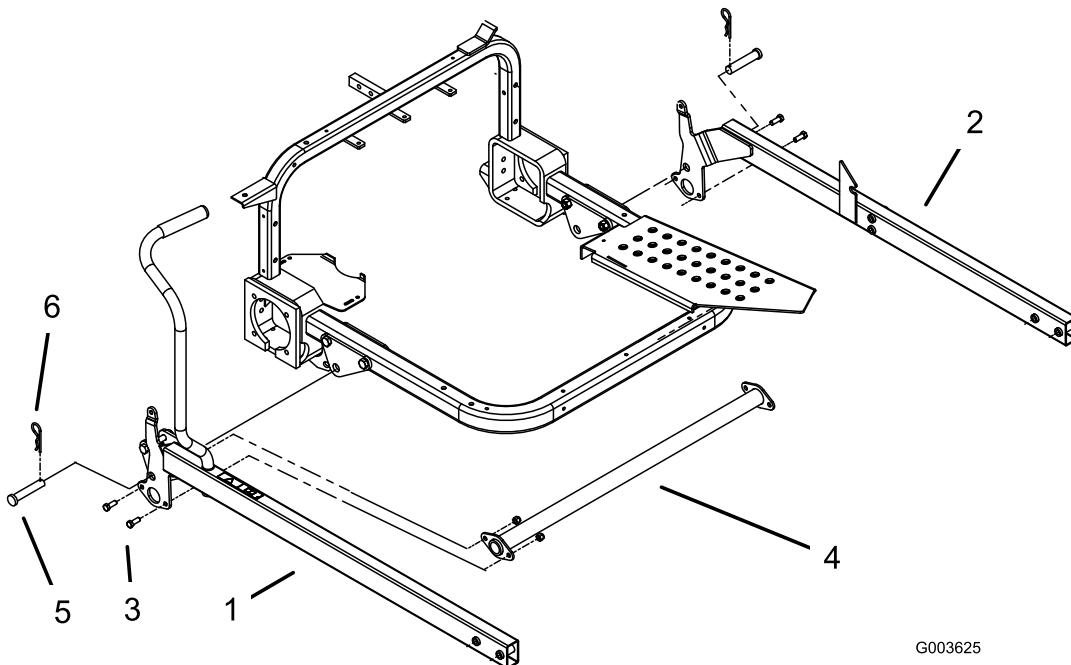

Figure 11
1. Positionner les bras de levage de sorte à aligner le trou dans chaque support de bras et les trous dans les supports de montage (Figure 11).
2. Fixez le bras de levage droit au support de montage au moyen d'un axe de chape et d'une goupille fendue (Figure 11).
3. Fixez légèrement un bout du tube de torsion au bras de levage droit au moyen de 2 boulons ( $\frac{3}{8}$ " x 1") et contre-écrous ( $\frac{3}{8}$ ") ; voir Figure 11.
4. Fixez le bras de levage gauche au support de montage au moyen d'un axe de chape et d'une goupille fendue (Figure 11).
5. Fixez légèrement l'autre bout du tube de torsion au bras de levage gauche au moyen de 2 boulons ( $\frac{3}{8}$ " x 1") et contre-écrous ( $\frac{3}{8}$ ") ; voir Figure 11.
4. Serrez les boulons et contre-écrous qui fixent les extrémités des tubes de torsion aux bras de levage (Figure 11).